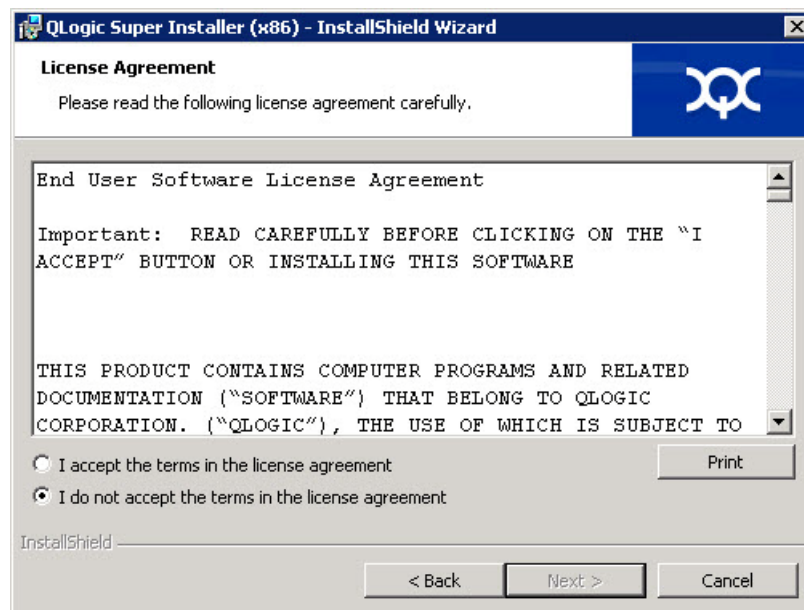

Figura 2-3. Janela QLogic InstallShield Wizard: License Agreement (Assistente do InstallShield da QLogic: Contrato de licença)
4. Na janela do contrato de licença do assistente (Figura 2-3 na página 7):